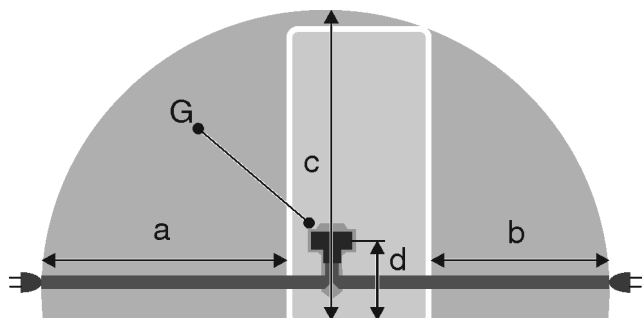

Fig. 52
- Vtičnica ni na območju zadnje strani naprave v podanem območju Fig. 52 (a, b, c).
- ▶ Vtič naprave Fig. 52 (G) vtaknite na zadnjo stran naprave. Pazite, da se pravilno zaskoči.